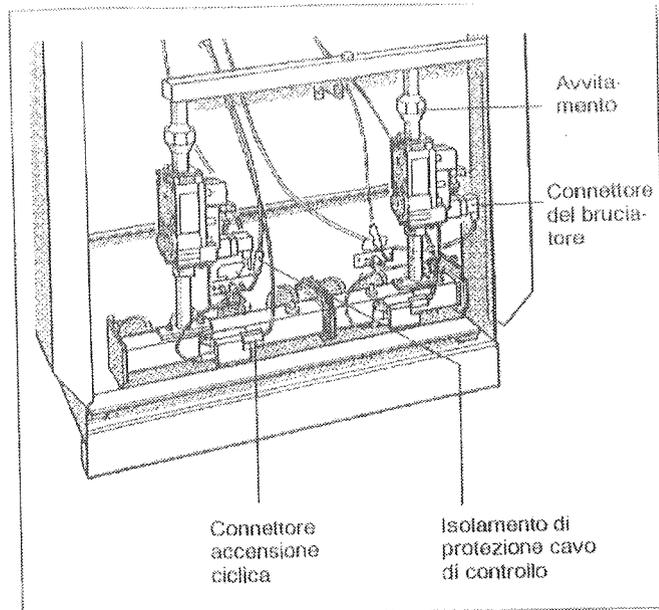

Fig. 39: Bruciatore di gas con apparecchiatura Honeywell VR 4601
- Allentare le viti dei connettori del bruciatore e staccare i connettori del bruciatore dalle apparecchiature (Fig. 39).
- Staccare i connettori delle accensioni cicliche (Fig. 39).
- Rimuovere l'isolamento di protezione dei cavi di controllo (Fig. 39) e staccare i connettori.
- Staccare i bruciatori dagli avvitamenti posti sopra le valvole dal tubo di collegamento del gas (Fig. 39).